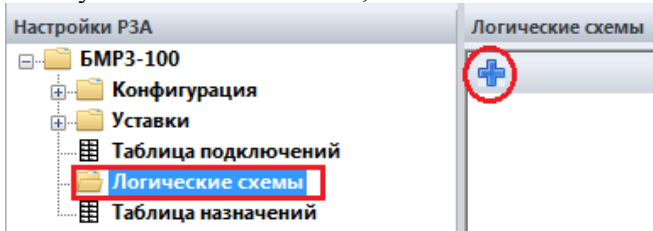

Рис. 13. Создание логической схемы
10. Во вкладке «Настройки РЗА»  **Настройки РЗА**, выбрать папку «Логические схемы», нажать на значок  (рис. 13).